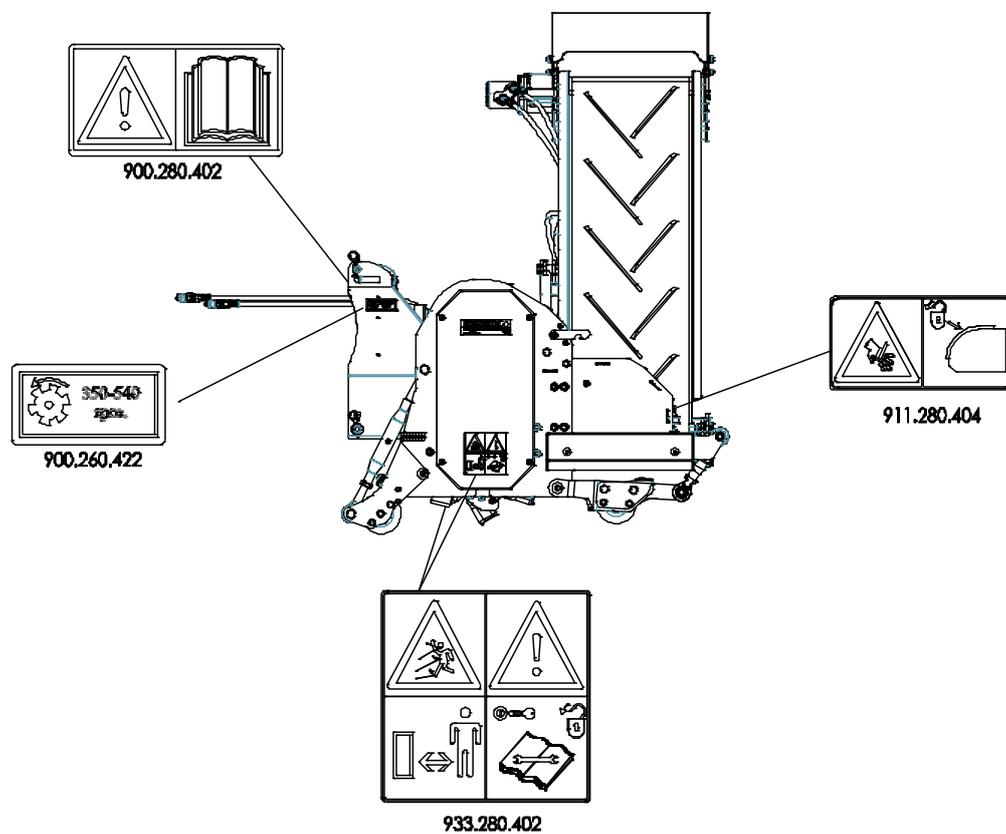

Fig. 7
(7) Placement des autocollants de sécurité Turf-Stripper 1200 (Fig. 7)